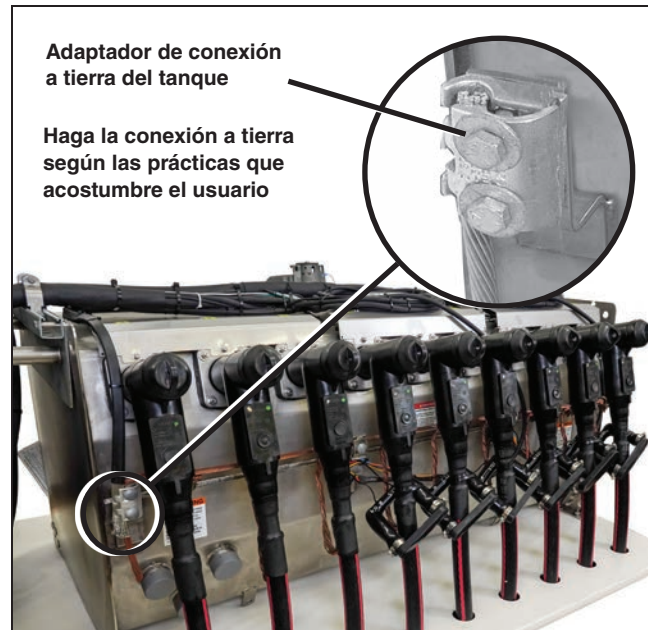

Figura 80. Adaptador de conexión a tierra.
- PASO 1.** Conecte los hilos del neutro concéntrico aterrizado del cable al sistema de conexión a tierra, según sea apropiado. Ver Figura 80.
- PASO 2.** Conecte la zapata de conexión a tierra del tanque al sistema de conexión a tierra del usuario de acuerdo con las prácticas estándar de conexión a tierra del usuario. Ver Figura 80.